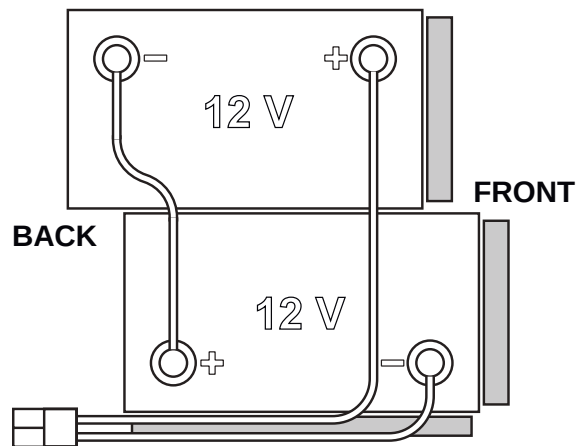

Abbildung 1
Für das Gerät sind zwei 12-V-Batterien erforderlich, die gemäß Anschlussplan in Abbildung 1 anzuschließen sind.
1. Bedienerschlüssel abziehen (41).
2. Batteriestecker (9) trennen.
3. Deckel (34) anheben und überprüfen, ob der Schmutzwassertank (33) leer ist. Gegebenenfalls durch das Ablaufrohr (12) entleeren.
4. Deckel (19) schließen.
5. Tank (33) vorsichtig mit dem Griff (16) anheben.
7. Die Batteriekabel wie im Plan von Abb. 1 gezeigt positionieren und installieren, dann die Mutter auf jeder Batterieklemme sorgfältig festziehen.
8. Die Schutzkappe auf jede Klemme setzen, dann den Batteriesteckverbinder anschließen (9).
9. Tank (33) vorsichtig mit dem Griff (16) absenken.